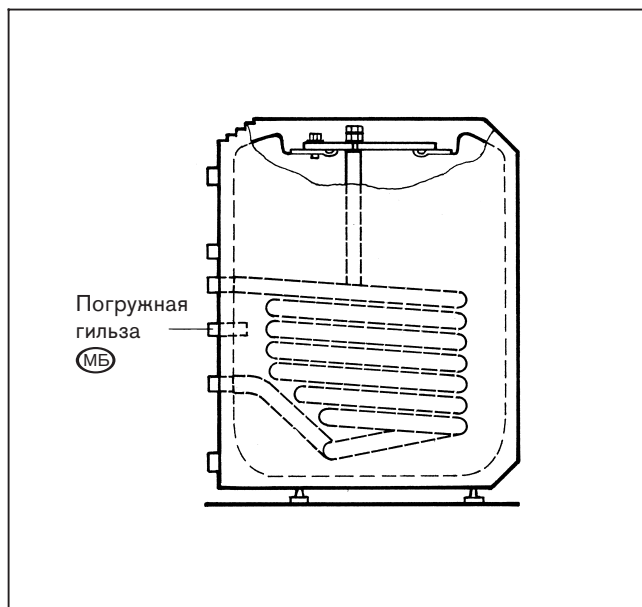

Рис. 9
- Произвести монтаж датчика в погружную гильзу (МБ) на задней стороне бойлера (рис. 9).